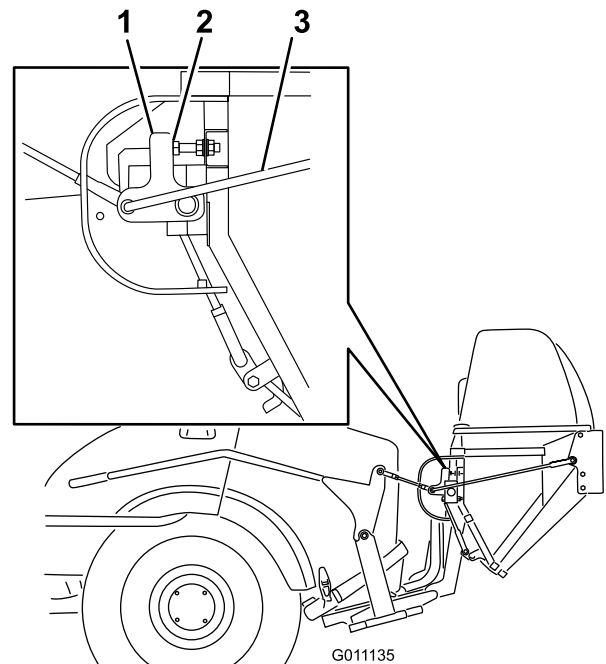

Figura 40
3. Con la puerta cerrada, ajuste los tornillos de tope hasta que en brazo de contacto quede en posición vertical (Figura 40).
4. Si es necesario, afloje las tuercas y ajuste los tornillos de tope (Figura 40).
5. Una vez ajustados los tornillos de tope, puede ajustarse la longitud de los acoplamientos para permitir el cierre completo de la puerta con una fuerza razonable sobre la palanca. Alargue las varillas para reducir la resistencia. Acorte las varillas para aumentar la resistencia (Figura 40).